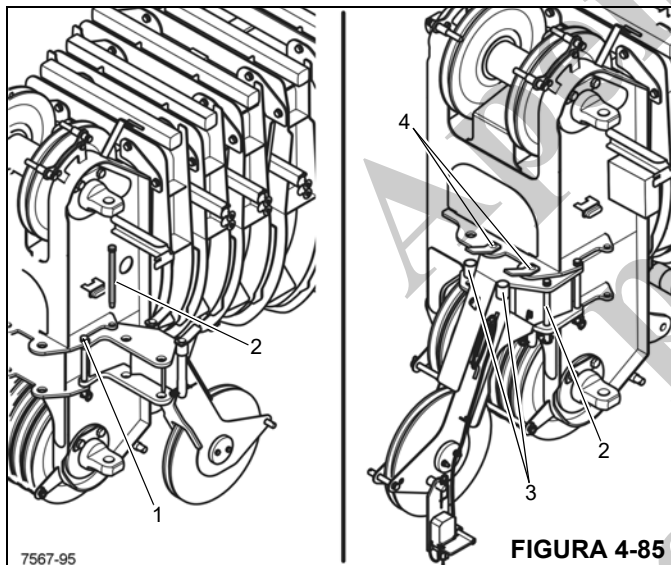

FIGURA 4-85
1. Verifique se o pino giratório (1) (Figura 4-85) está instalado.
2. Se necessário, remova o pino (2) do olhal de transporte.
1. Remova os pinos de retenção do cabo (1) (Figura 4-85) do cabeçote da lança principal e da extremidade da lança auxiliar de polia única.